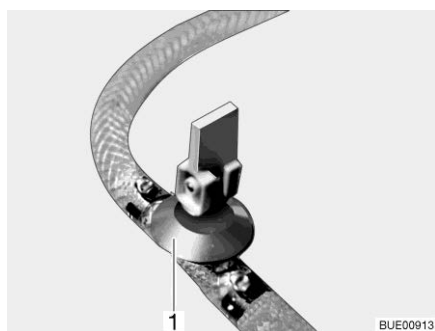

Bild 196 Avtappningskran (med vipparm)
- Öppna alla avtappningskranar. Ställ sedan vipparmen på avtappningskranen (Bild 196,1) i vertikalt läge.